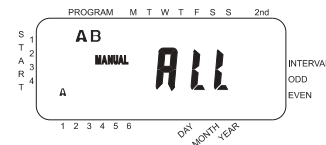

Ilustración 9: Riego semiautomático para las estaciones asignadas a los programas A y B
- g Haga girar el dial a AUTO luego oprima la tecla MANUAL. La pantalla mostrará "AB", "MANUAL" y "ALL" aparecerá intermitente [vea la ilustración 9]. Esto indica que todas las cuatro o seis estaciones en los programas A y B regarán de una manera semiautomática durante los períodos asignados en secuencia.